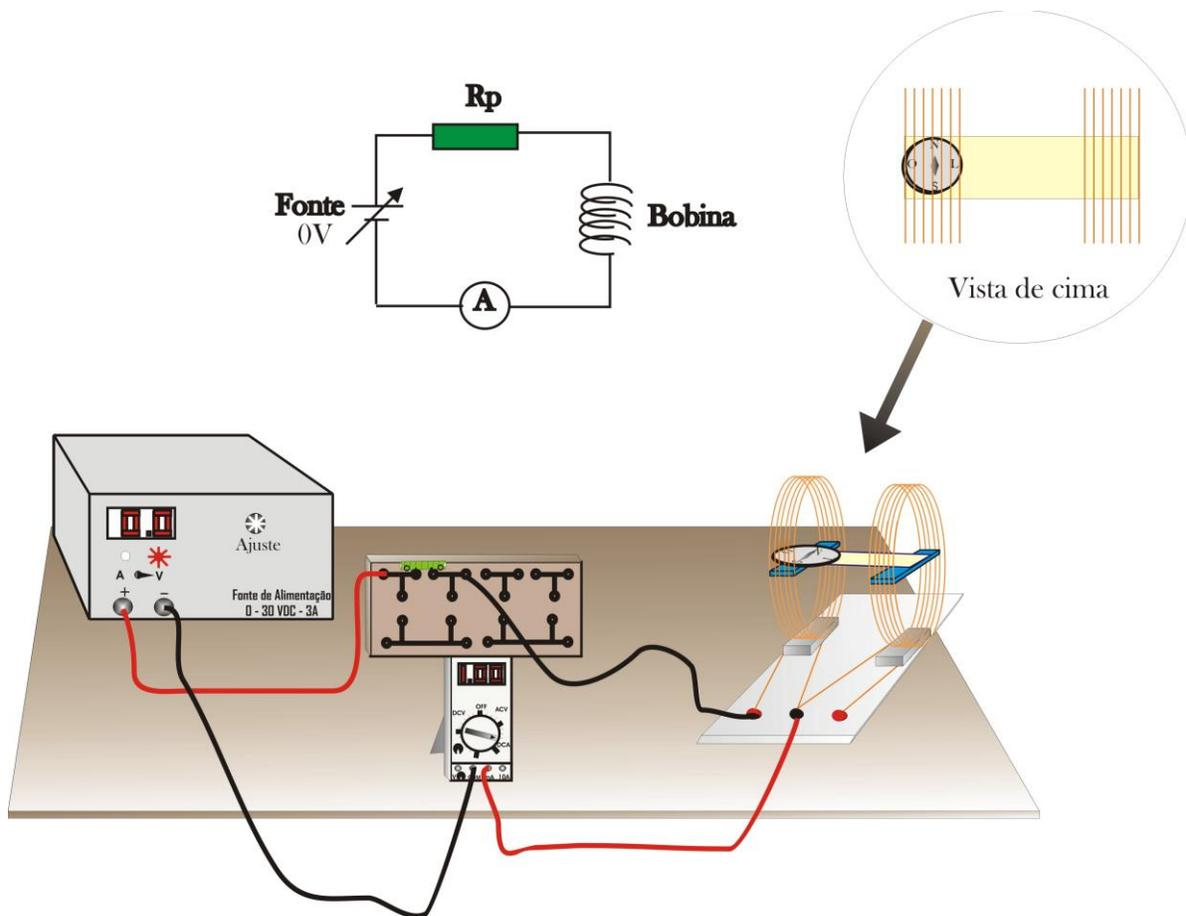

Figura 2 – Configuração experimental para medir o campo magnético terrestre utilizando apenas uma bobina.
- Monte o circuito da figura 2, ajustando 0 V na fonte.